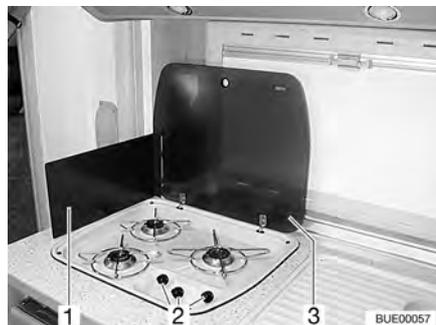

Fig. 156 Fornello a gas
- Aprire la copertura del fornello a gas (Fig. 156,3).
- A seconda del modello, ribaltare o posizionare la lastra proteggifiamma (Fig. 156,1).
- Ruotare il pomello girevole (Fig. 156,2) dell'impianti a fiamma libera desiderato in posizione accesa (fiamma alta).